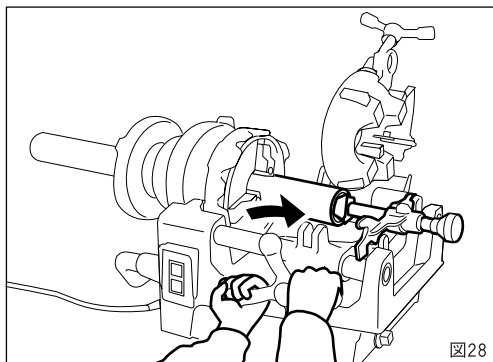

図28
- ④ スイッチを入れてパイプを回転させてから送りハンドルでリーマをパイプに押しつけ、パイプが $\frac{1}{2}$ 回転以上したらリーマをパイプからはなしてください。これで面取りは完了です。(図28)